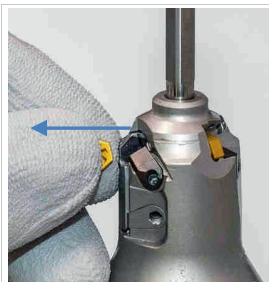

Abb. 11: Wendschneidplatte entnehmen
3. Die Wendschneidplatte entnehmen (siehe Abb. 11: Wendschneidplatte entnehmen).